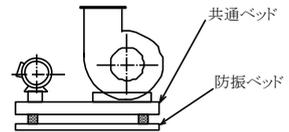

図2 床置型(例)
(1) 床置型
- ① 十分な強度をもつコンクリート基礎に基礎ボルト（客先手配）をしっかりと埋め込み、共通ベッド（または防振ベッド）を水平に固定してください。（図2）